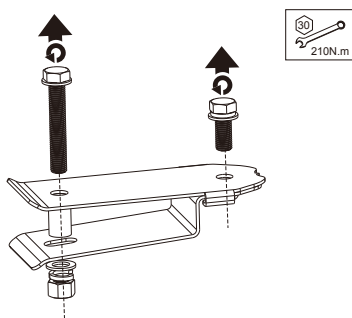

Fig. 10
1. Desserrer et retirer les boulons de montage du support à pince (Fig. 10).